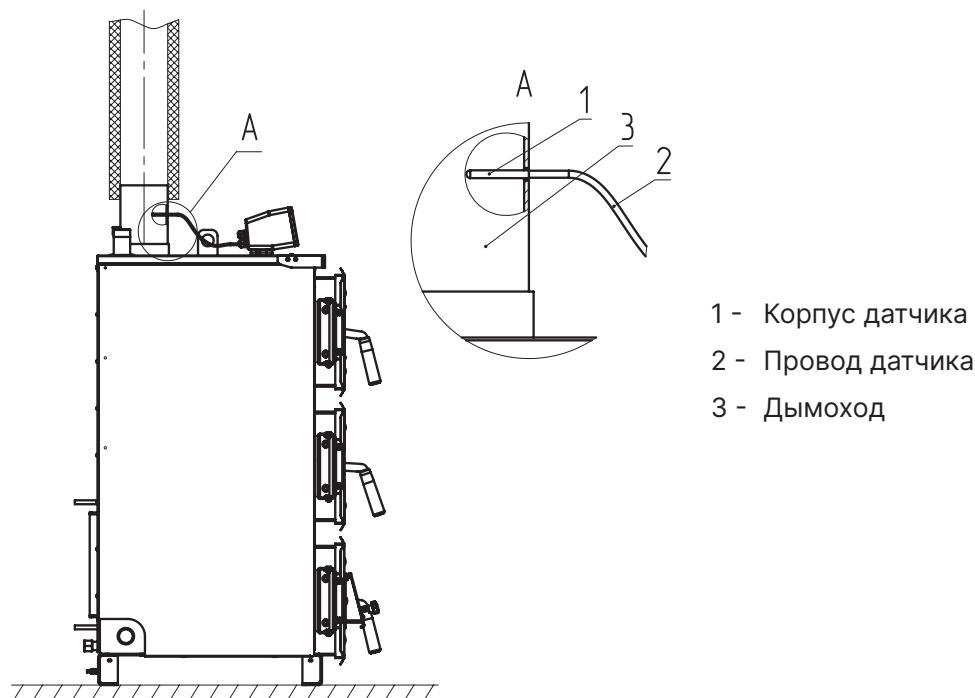

Рис.11 Установка датчика дымовых газов
1. Просверлите два отверстия $D = 3$ мм на патрубке дымохода (**Рис.11, поз.3**) для саморезов и одно отверстие $D = 8$ мм под гильзу датчика температуры дымовых газов, используя пластину датчика Pt1000 как шаблон как показано на **Рис.11**.